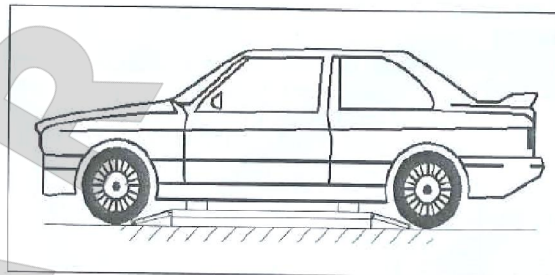

Рисунок 7
- Убедиться в том, что автомобиль правильно установлен на платформах (рис. 7).